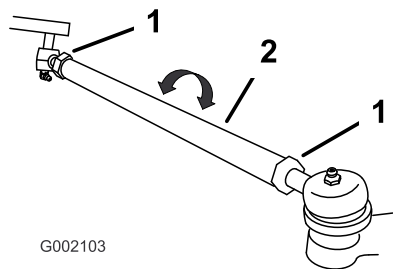

図 35
7. 前後の測定値の差が所定範囲 06 mm にならない場合は、タイロッド両端のジャムナットをゆるめて調整を行う図 35。